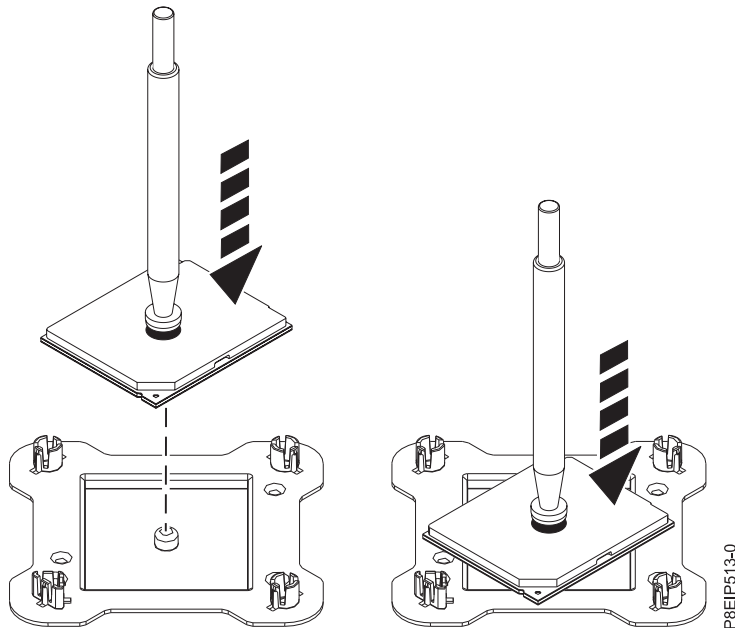

Figura 67. Colocar el procesador formando un ángulo en la cubierta superior del empaquetado
9. Sosteniendo el lápiz de vacío, levante el lápiz y el módulo de procesador del sistema del zócalo. Colóquelos en un ángulo en la cubierta superior del empaquetado del módulo del procesador del sistema, tal como se indica en la Figura 67. Colocar el módulo del procesador del sistema en un ángulo en la cubierta superior del empaquetado del módulo del procesador del sistema hará que sea más fácil coger y colocar en el empaquetado después de sustituir el módulo del procesador del sistema.